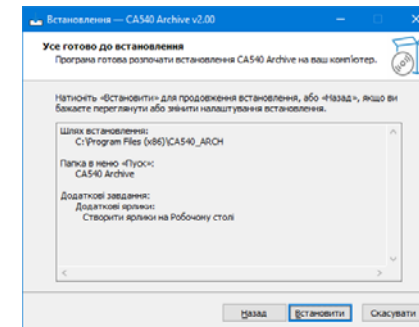
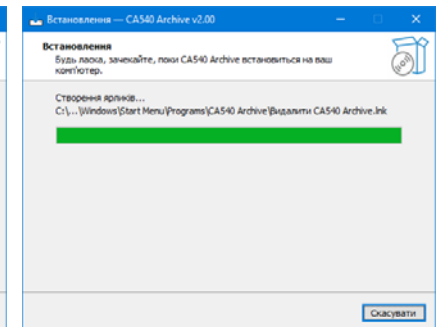

Рисунок 8.15
Рисунок 8.16
5) На екрані з'явиться вікно (рисунок 8.15). Для продовження натисніть **Встановити**. На екрані з'явиться вікно, що демонструє динаміку процесу встановлення програми (рисунок 8.16).